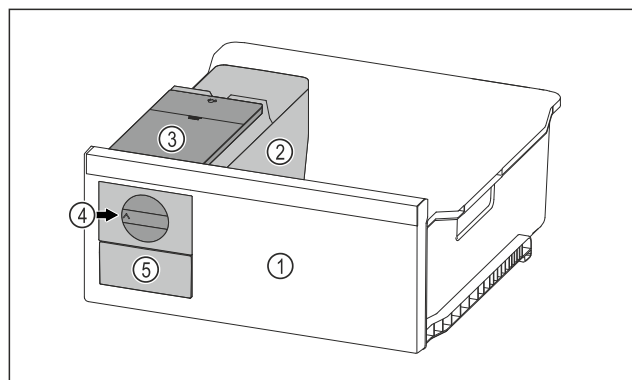

Fig. 75 Reprezentare exemplificatoare
- ▶ Rotiți butonul rotativ Fig. 75 (4) în sens orar până la opritor.
- ▷ Cuburi de gheață cad din tava pentru cuburi de gheață în sertarul pentru cuburi de gheață Fig. 75 (5).